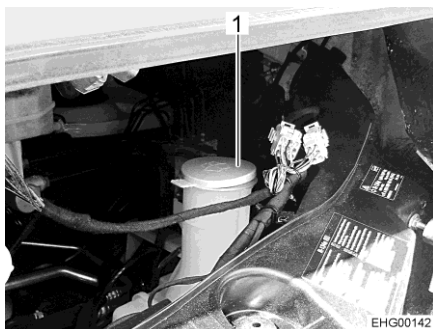

Bild 37 Påfyllningsöppning (spolarvätskebehållare)
- Tag av locket (Bild 37,1) från spolarvätskebehållarens påfyllningsöppning.
- Tryck på locket (Bild 37,1) på spolarvätskebehållarens påfyllningsöppning.